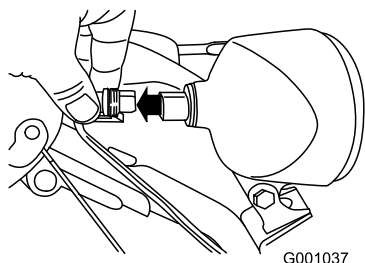

Figure 52
1. Débranchez le connecteur à l'arrière du phare (Figure 52).